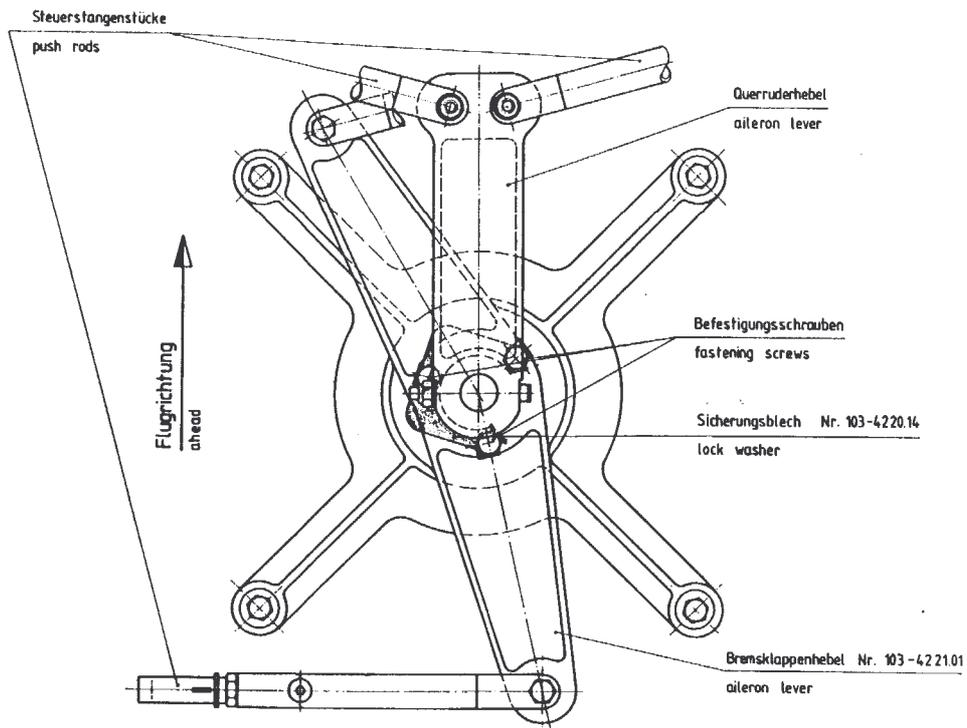

Abbildung 3:
6. Das zweite Sicherungsblech wird am oberen Bremsklappenhebel Nr. 103-4221.01 nach Abbildung 3 und 4 angebracht. Zum Einschieben ist es zweckmäßig, das Blech spiralförmig zu verbiegen. Es kann mit einem kleinen Hammer leicht hineingeklopft werden. Im übrigen ist nach Punkt 5 zu verfahren.